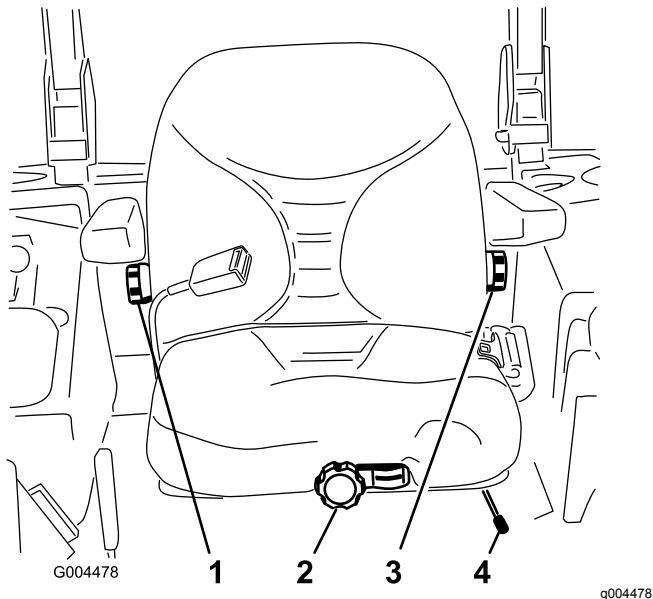

图15
1. 要调整座椅请侧向移动控制杆打开座椅的锁定 图15。
不要坐在座椅上将前方的旋钮向任一方向旋转以提供最佳的舒适性图15。
要调节座椅靠背可向任一方向旋动位于右侧扶手下方的旋钮以提供最佳的舒适性图15。
要调节座椅靠背可向任一方向旋动位于左侧扶手下方的旋钮以提供最佳的舒适性图15。